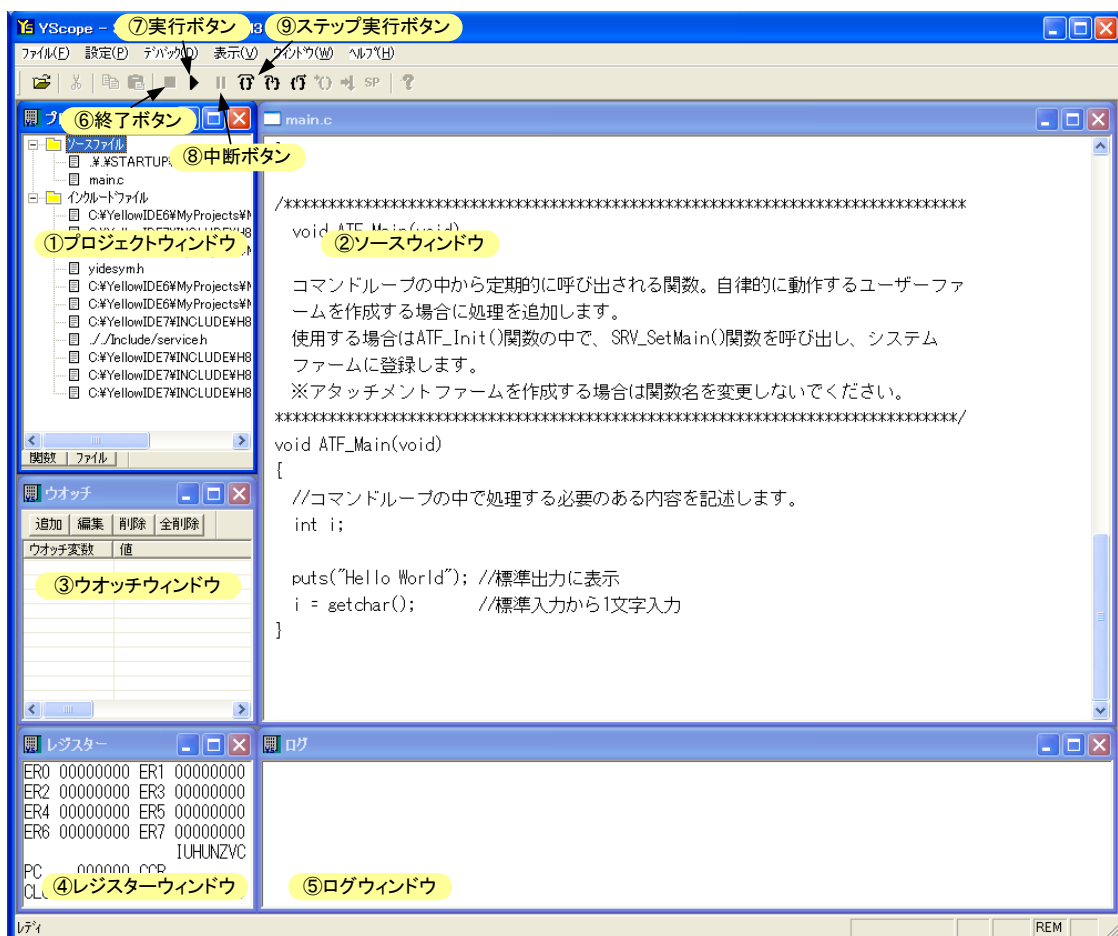

図 22 『イエロースコープ』の画面
以上が完了したら『YellowIDE』画面の [イエロースコープ起動]ボタンを押します。図 22は『イエロースコープ』の画面です。
- ① **プロジェクトウィンドウ** - プロジェクトのファイルを表示します。ファイル名をダブルクリックするとソースウィンドウが開きます。
- ② **ソースウィンドウ** - ソースファイルを表示します。
- ③ **ウォッチウィンドウ** - 変数の内容を確認したり、編集したりする場合に使用します。
- ④ **レジスターウィンドウ** - マイコンのシステムレジスタ、汎用レジスタの内容を表示します。
- ⑤ **ログウィンドウ** - デバッグ中のプログラムの標準出力やデバッグ出力を表示します。
- ⑥ **終了ボタン** - プログラムの実行を終了します。
- ⑦ **実行ボタン** - プログラムを実行します。キーボードの[F5]キーでも同様の操作ができます。
- ⑧ **中断ボタン** - 実行中のプログラムを一時中断します。
- ⑨ **ステップ実行ボタン** - プログラムを1行ずつ実行する場合に使用します。
- 図 22の各ウィンドウが表示されない場合は、[表示]メニューから必要なウィンドウを表示することができます。